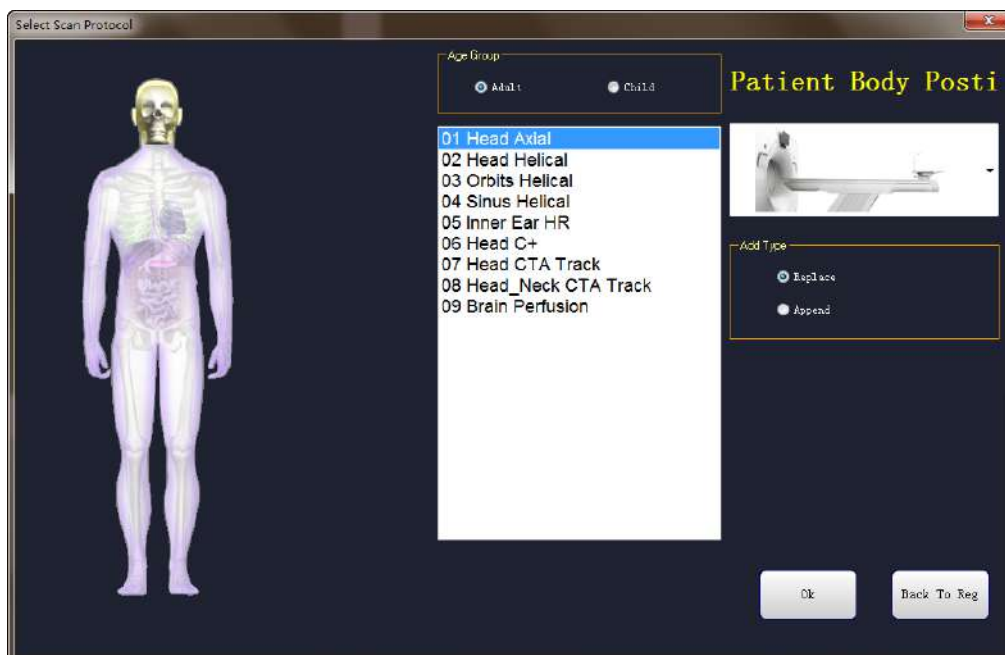

Рисунок5-7 Интерфейс сканирования протокола
1. После завершения регистрации пациентов нажмите кнопку <Start Scan> /Начало сканирования/ в интерфейсе регистрации и войти в интерфейс выбора протокола сканирования Рисунок5-7.
1. Нажать на команду [Add Protocol] */Добавить протокол/* для добавления протокола, и затем всплывает интерфейс, как это показано на Рисунок5-7.